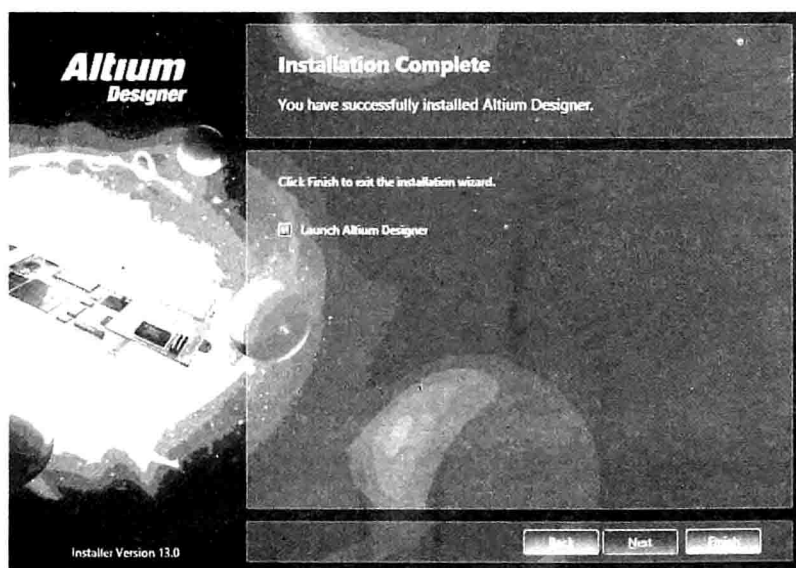

图 1-9 完成安装
**步骤 09** Altium Designer 2013 安装完成，取消选中 Launch Altium Designer 复选框，单击 Finish 按钮，如图 1-9 所示。